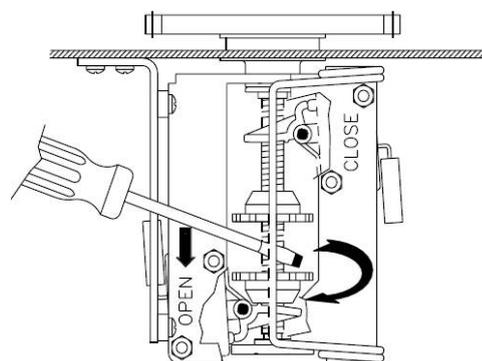

рис.18
- Нажмите кнопку СТАРТ: первая команда срабатывает всегда на открывание. Нажмите еще раз на СТАРТ, чтобы остановить ворота, когда они будут находиться в полностью открытом положении. Для регулировки концевиков с помощью отвертки, как показано на рис. 18, поднимите подпружиненную скобу с зубчатого колесика, поверните в направлении микропрерывателя на открывание OPEN, до соприкосновения с меткой первого и второго концевиков. Опустите пружину в паз зуба колесика.